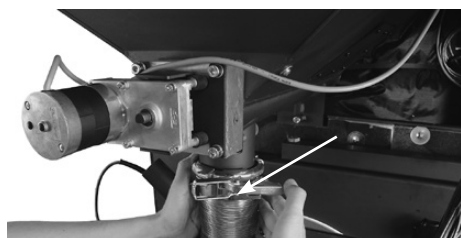

Fig. 16
7. Ouvrir la bague de serrage située au-dessus de l'écluse à roue cellulaire (Fig. 16).